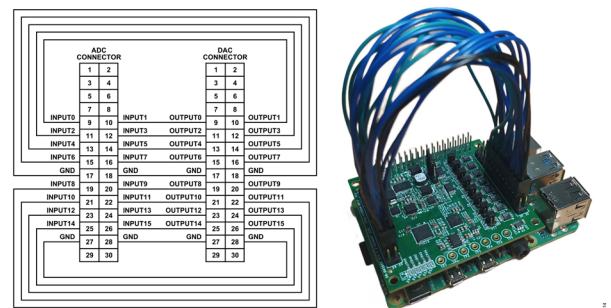

図 15. ループバック接続を行った EVAL-CN0554-RPIZ のテスト用セットアップ
3. 図 15 に示すように、メス・メス・ループバック・ジャンパ・ケーブルを用いて ADC 入力チャンネルと DAC 出力チャンネルを接続します。